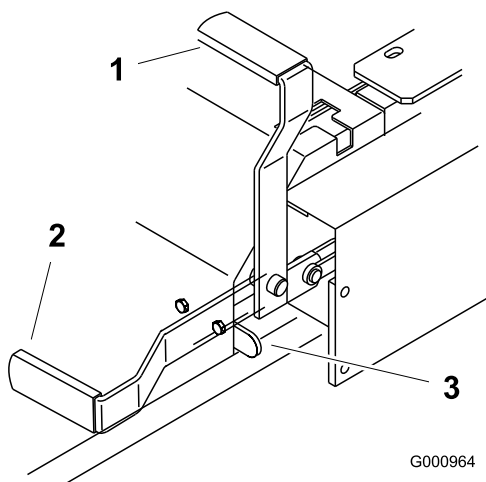

Figura 11
2. Tire de la palanca del freno de estacionamiento hacia arriba y hacia atrás para poner dicho freno (Figura 11). La palanca del freno de estacionamiento debe permanecer firmemente en esa posición.
Empuje hacia adelante y hacia abajo la palanca del freno de estacionamiento para quitar dicho freno (Figura 11). El freno de estacionamiento queda quitado y la palanca descansará en el tope del freno.